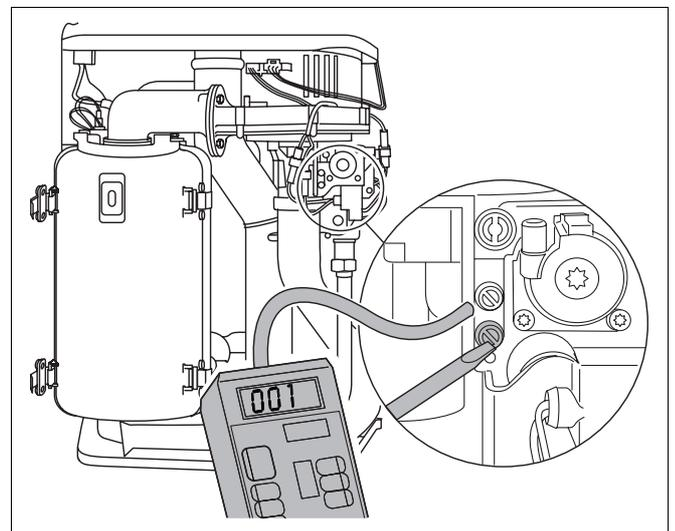

Fig. 24 Mesurer la pression du gaz raccordé
- Desserrer de deux tours la vis de fermeture de la douille d'essai de la pression du gaz raccordé (fig. 24).